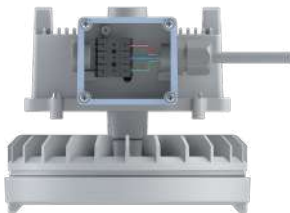

Figure 11
- Faites passer le câble d'alimentation (L1, L2, PE) à travers le presse-étoupe, et laissez suffisamment de câble pour connecter les fils aux connecteurs disponibles dans le boîtier de jonction, comme indiqué dans la figure 11.